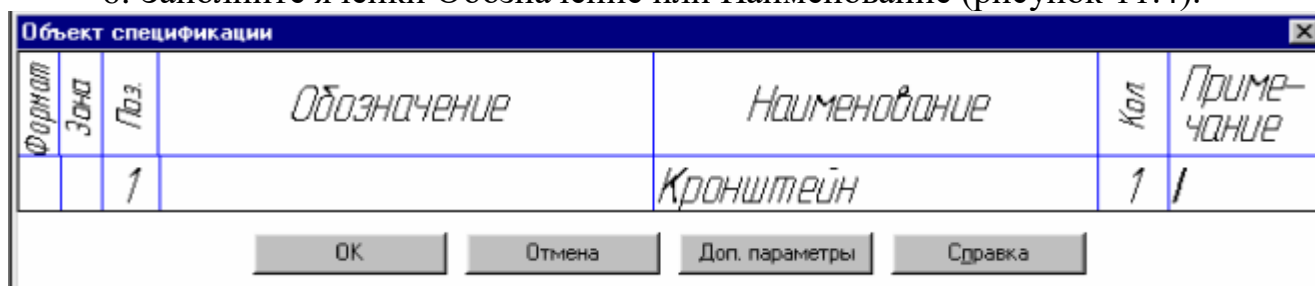

Рисунок 11.4– Заполнение раздела
6. Заполните ячейки Обозначение или Наименование (рисунок 11.4).